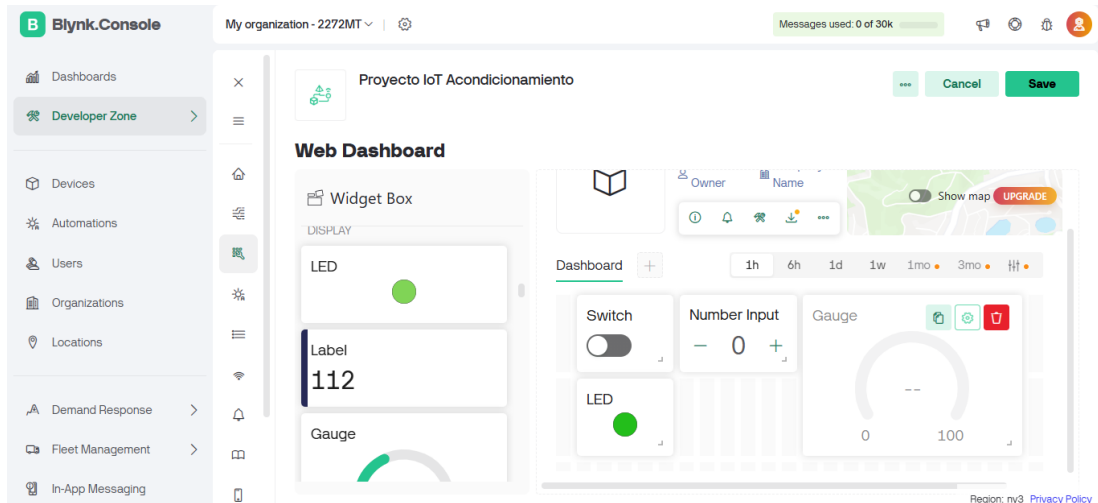

Figura 8.13. Ejemplo de diseño de una interfaz de usuario (Dashboard) en Blynk.
- Podrá seleccionar entre los diferentes instrumentos virtuales proporcionados por la interfaz algunos indicadores tipo LED, indicadores numéricos digitales, *Sliders*, indicadores tipo aguja (Gauge), etc. Seleccione los instrumentos virtuales disponibles de su preferencia y diseñe la interfaz de usuario acorde al número de variables que haya creado (ver figura 8.13).